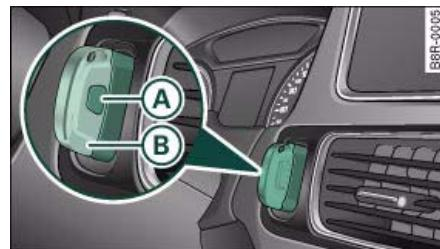

Fig. 20 Contacto con llave
- Pulse la tecla de desbloqueo **(A)** ⇒ fig. 20 y extraiga la llave de emergencia **(B)** de la llave de control remoto.